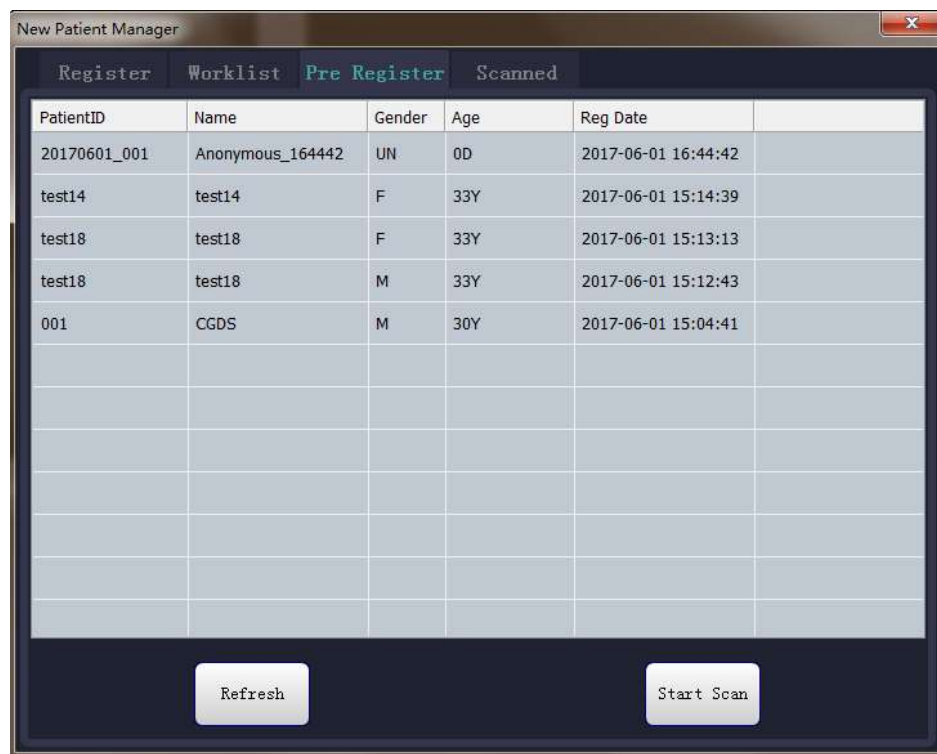

Рисунок5-4 Предварительно зарегистрированные пациенты
2. Выбрать кнопку [Pre Register] /Предварительная регистрация/ для входа в Рисунок 5-4.